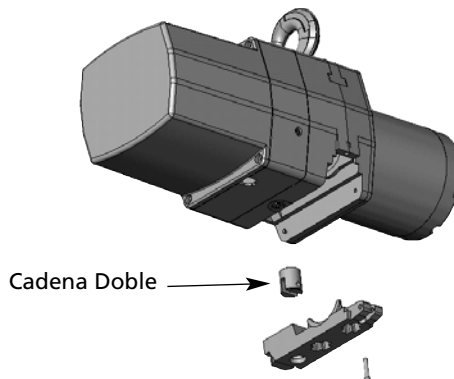

Figura 4 — Diagrama para cambiar la cadena
- Retire el conjunto del bloque de carga de la cadena antigua. En los polipastos con doble cadena, saque la cadena del soporte y tire de ella a través del conjunto del bloque de carga (vea la Figura 4).
Vea las Figura 4.
4. Vuelva a instalar el separador de cadena (con el anclaje de cadena en polipastos de dos cadenas, vea la Figura 4) y asegúrese de que la cadena queda correctamente alineada y sin giros.